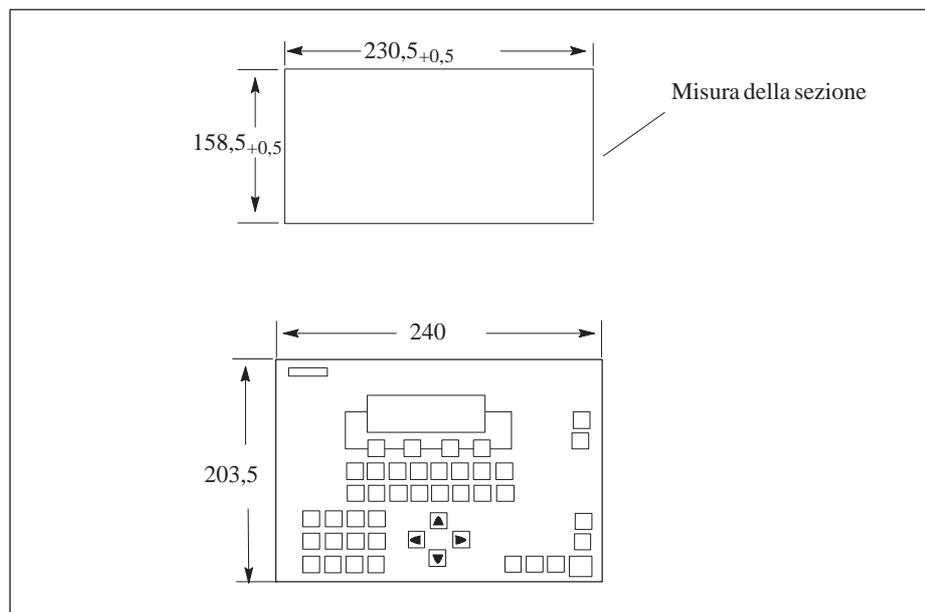

Figura 2-5 Disegni quotati per l'inserimento nel pannello (tutte le varianti dell'apparecchiatura)
1. Tagliare nel pannello una sezione d'installazione di 230,5 x 158,5 mm. (Stessa misura per tutti i tipi di dispositivo). Vedere figura 2-5.
4. Inserire i ganci di fissaggio dei serraviti in dotazione ① nelle apposite aperture nella custodia del C7
5. Serrare a fondo nel pannello il C7, da dietro con l'aiuto di un cacciavite ②.